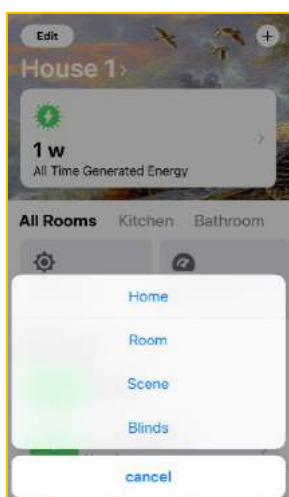

Abbildung 21
10.6.2 Im angebotenen Menü **Room** auswählen (Abb. 21).